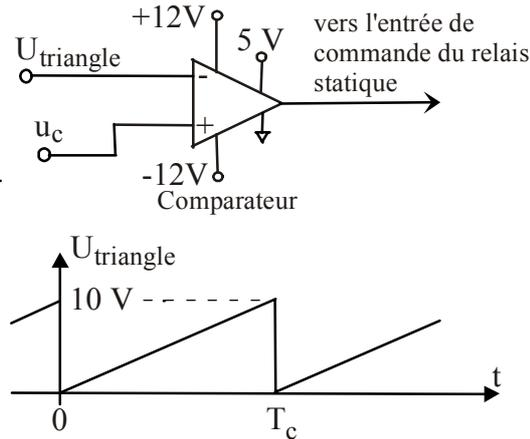

Figure 5 : pilotage du relais statique
**C.1.2.** Le signal de commande du relais statique est construit par l'intermédiaire du montage suivant (figure 5) :